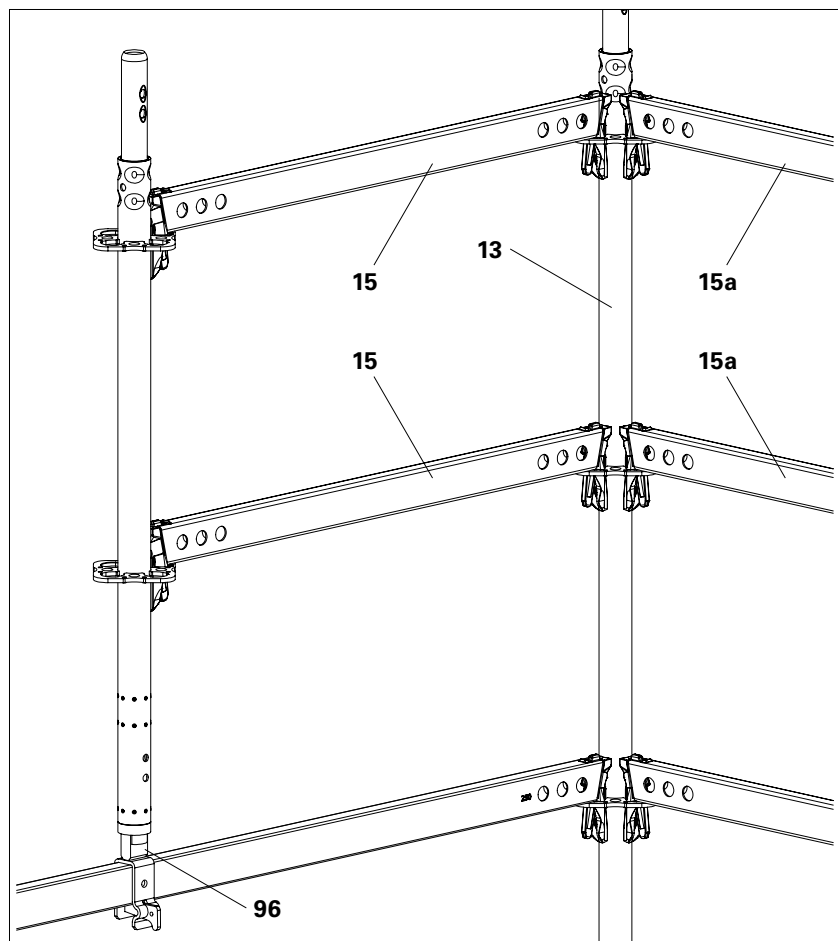

Abb. A11.12b
- Der Einsatz als Aufnahme für einen frei stehenden Geländerpfosten ist nur möglich, wenn der freie Geländerpfosten mit 2 Horizontalriegeln  $\leq 2,25$  m (**15**) an einem drehsteifen Vertikalstiel (**13**) angeschlossen ist. Der Vertikalstiel (**13**) muss durch weitere, im Winkel von  $90^\circ$  abgehende Horizontalriegel (**15a**) gehalten werden. (Abb. A11.12b)